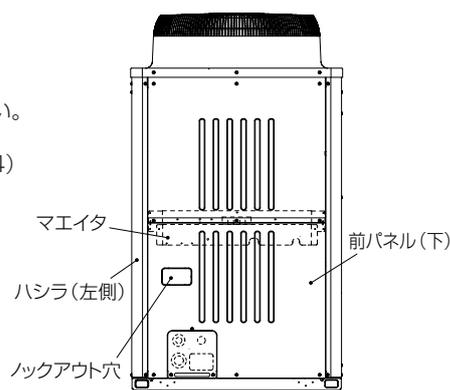
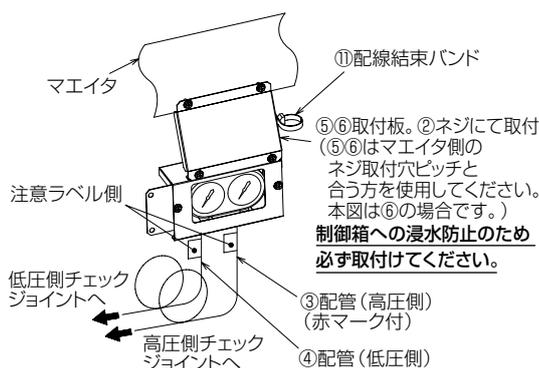

図1
図2
- (1) ユニットの運転を停止した後、前パネル（下）を取外してください。（図1）
- (2) 圧力計をユニットに固定する前に品③④配管の注意ラベル側を品①圧力計にフレア接続してください。（締付トルク $16 \pm 2 \text{ N} \cdot \text{m}$ ）
- (3) 配管③④の圧力計反対側を高・低圧側のチェックジョイントにフレア接続してください。この時、ネジ部への浸水防止を目的にチェックジョイントのネジ部にシール材（スリーボンド1110D）を塗布してください。（締付トルク $20 \pm 2 \text{ N} \cdot \text{m}$ ）（図2,3,4）
- (4) ユニットのハシラ左側の配線結束バンドを取外して品①圧力計を品②ネジ（2個）にて固定してください。
- (5) 品①圧力計上部とユニットマエイタに品⑤または⑥取付板のいずれか（マエイタ側のネジ取付穴ピッチと合う方を使用）を品②ネジ（4個）にて固定してください。品⑤または⑥取付板はユニット制御箱への浸水防止のため、必ず取付けてください。取付板右横に⑩配線結束バンドを取付けてください。（図2）